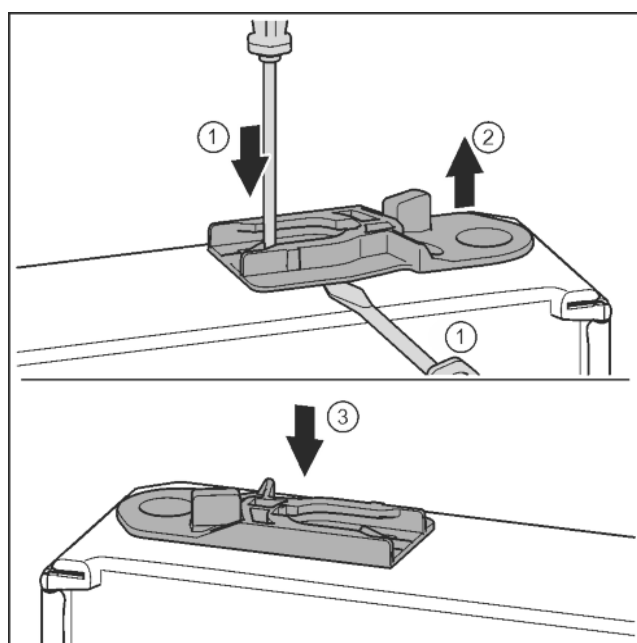

Fig. 35
- ▶ Витягніть направляюче гніздо: Натисніть шліцевою викруткою накладку і одночасно підведіть її під направляюче гніздо. Fig. 35 (1, 2)
- ▶ Направляюче гніздо, що входить до складу поставки, вставити з іншого боку корпусу. Fig. 35 (3)